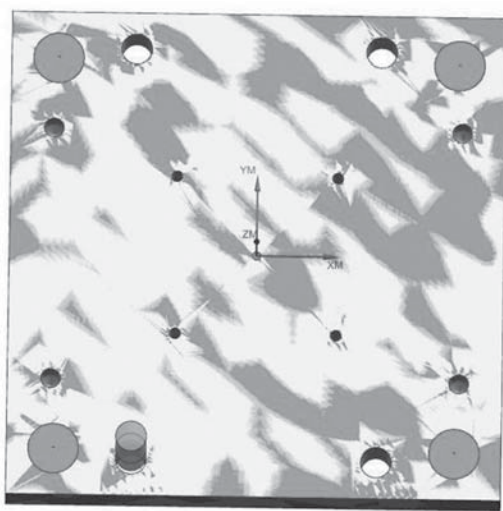

图 4-1-25 仿真效果
⑥使用同样的方法创建通孔和盲孔的钻孔工序，仿真效果如图 4-1-25 所示。